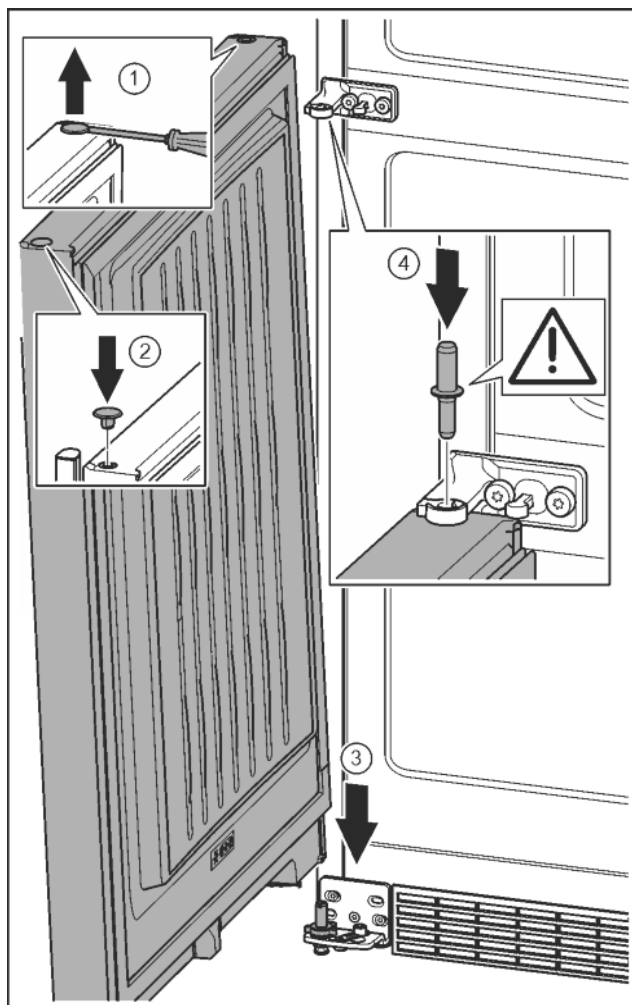

Fig. 23
- ▶ Осторожно приподнять шлицевой отверткой заглушку и извлечь ее. Fig. 23 (1)
- ▶ Заглушку снова вставить с другой стороны. Fig. 23 (2)
- ▶ Установить дверь сверху на нижний опорный палец. Fig. 23 (3)
- ▶ Вставить средний опорный палец через средний опорный кронштейн в нижнюю дверь. При этом следить за тем, чтобы выступ фиксатора был направлен назад. Fig. 23 (4)